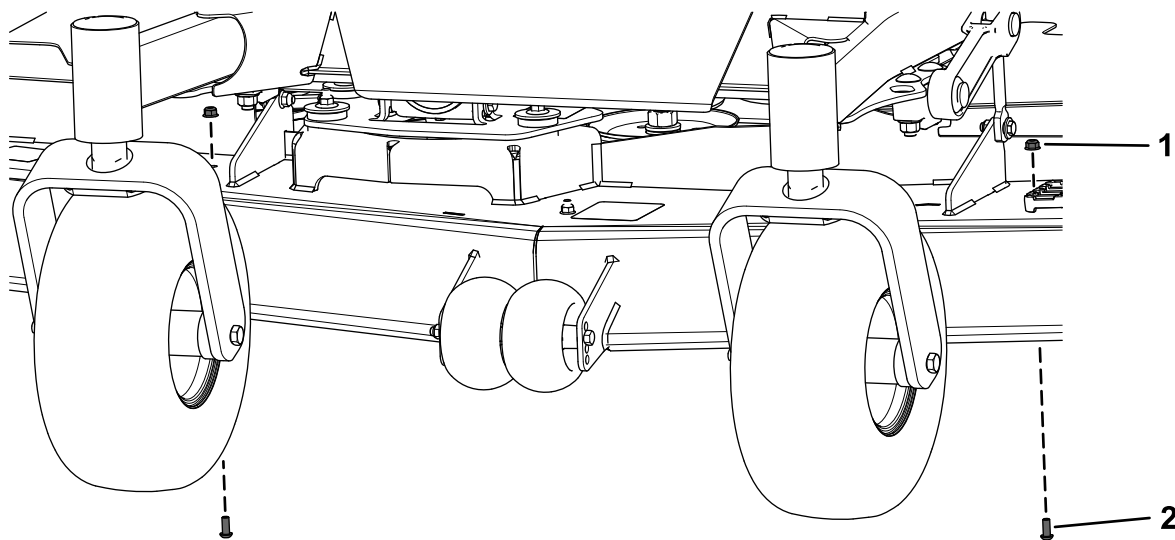

Figure 14
2. Retirez les 2 boulons à tête ronde (5/16" x 3/4") et les 2 écrou à embase (5/16") de l'avant du plateau de coupe (Figure 14).